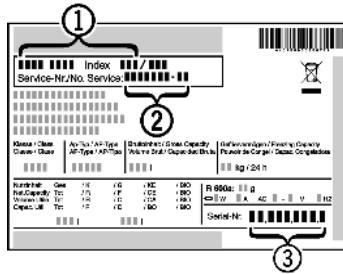

Fig. 41
▶ Считать обозначение устройства Fig. 41 (1), сервисный номер Fig. 41 (2) и серийный номер Fig. 41 (3) с заводской таблички. Заводская табличка находится внутри устройства слева.